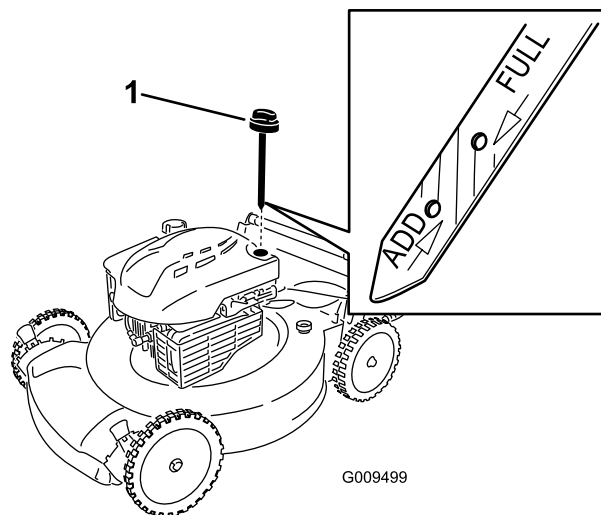

Рисунок 24
2. Извлеките масломерный щуп (Рисунок 24).
4. Медленно заливайте масло в маслозаливной патрубкок до тех пор, пока уровень масла не достигнет отметки **Full (ЗАПОЛНЕНО)** на масломерном щупе (Рисунок 24). **Не допускайте переполнения картера.** Макс. объем масла: 0,59 л, тип: автомобильное моющее масло